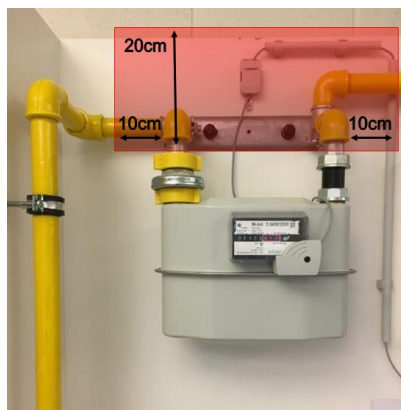

Bild 3: Installationsbereich der Verbindungsdose, seitens Gaszähler
- Seitens des Gaszählers: die Verbindungsdose ist über dem Gaszähler im dargestellten Bereich innerhalb der Abmessungen anzubringen, siehe Bild 3.